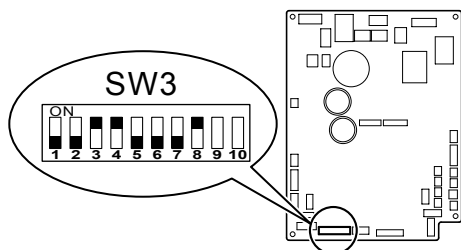

Fig. 6-2
6.2. Ajuste de la unidad interior empotrada (se debe realizar) (Fig. 6-2)